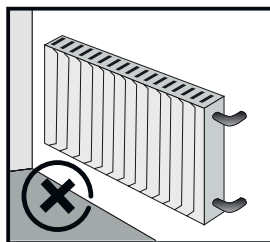

Fig. 1
- Colocar o aparelho a pelo menos um (1) metro de distância de fontes de calor (fogões, aquecedores, aquecedores eléctricos, etc.) (Fig. 1).